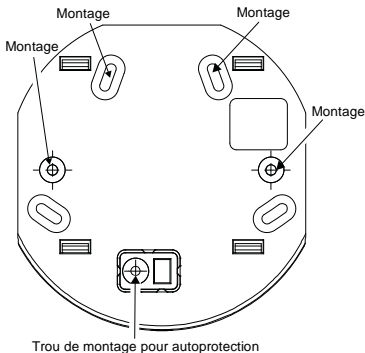

Figure 1
1. Avant d'installer le clavier, vérifiez qu'il communique correctement avec le système. Pour ce faire, essayez d'armer le système à l'aide de l'une des touches d'armement du clavier sans fil (reportez-vous à la Figure 1).
2. Fixez le support de montage au mur à l'aide des vis fournies (reportez-vous à la Figure 1).